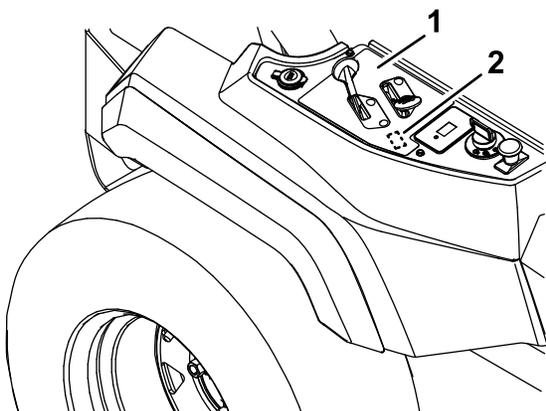

Figura 4
6. Utilizando o painel de controlo como guia, corte cuidadosamente a abertura do interruptor no autocolante do acelerador/entrada de ar (Figura 4).
- Utilizando o painel de controlo como guia, corte cuidadosamente a abertura do interruptor no autocolante do acelerador/entrada de ar (Figura 4).